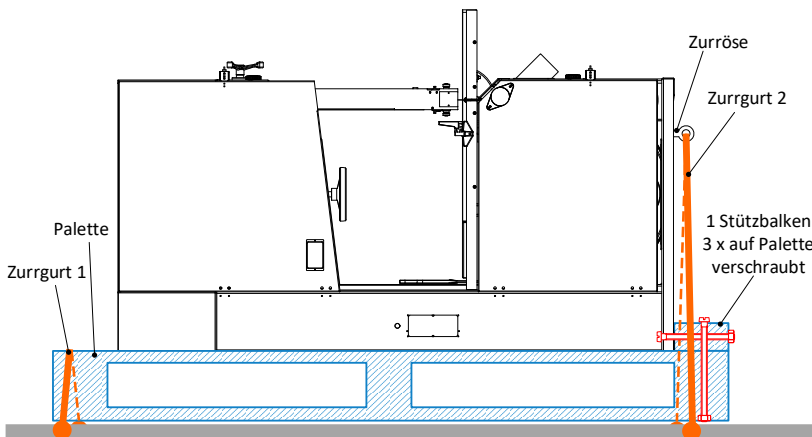

Abbildung 11: RAPID 700 / 800 / 900 verzurren
- Für Zurrurt 1 befindet sich unter dem Maschinensockel eine Zurröse (⇒ Abbildung 11). Mit Zurrurt 2 wird die Palette direkt verzurt.